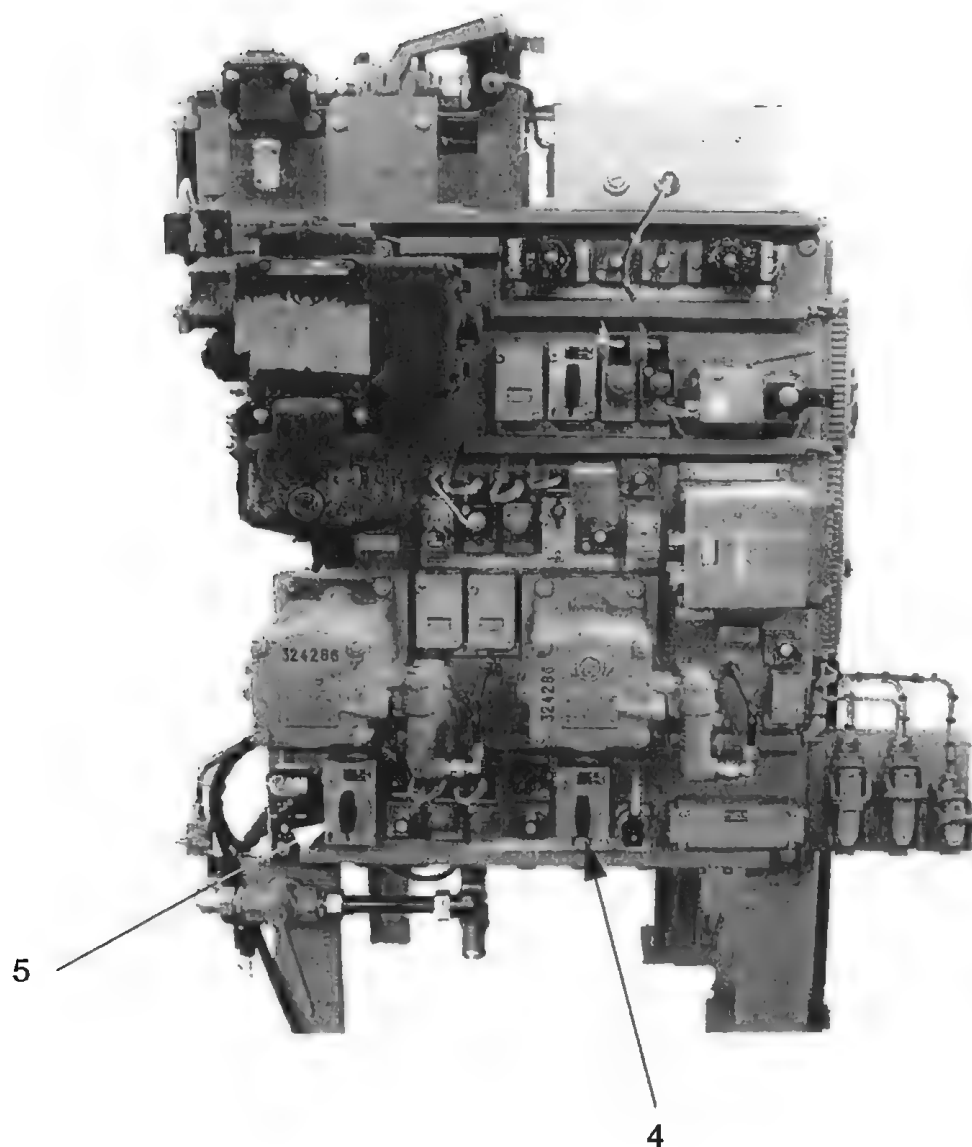

Bild 13-6 / Bremstafel
- Absperrhähne „Bremszylinder Drehgestell 1“ (Bild 13-6 / Pos. 4) und „Bremszylinder Drehgestell 2“ (Bild 13-6 / Pos. 5) auf der Bremstafel schließen (Knebel waagerecht).